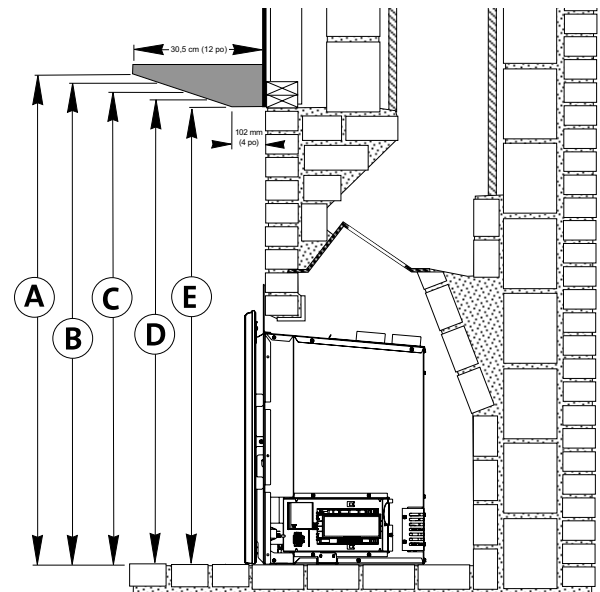

Figure 5.5. Exigences relatives au dégagement de base de la garniture et du manteau de la cheminée.
- Voir la figure 5.5.
Mesurez les dégagements du plancher fini de l'ouverture du foyer. Voir la figure 5.5.